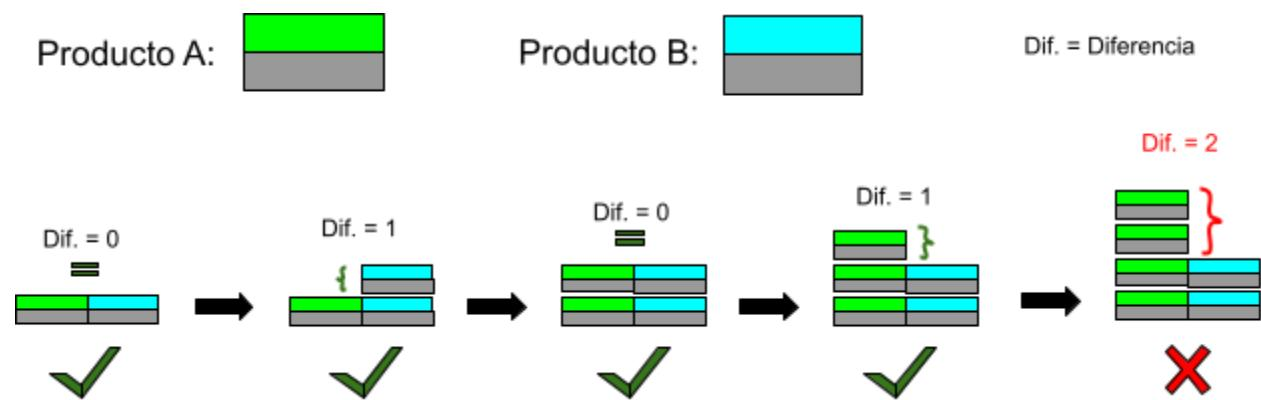

Imagen 18: Especificación g). La diferencia entre productos A y B no debe ser mayor a 1.
g) La diferencia entre productos A y B ensamblados no debe ser mayor a 1 (ver Imagen 18).